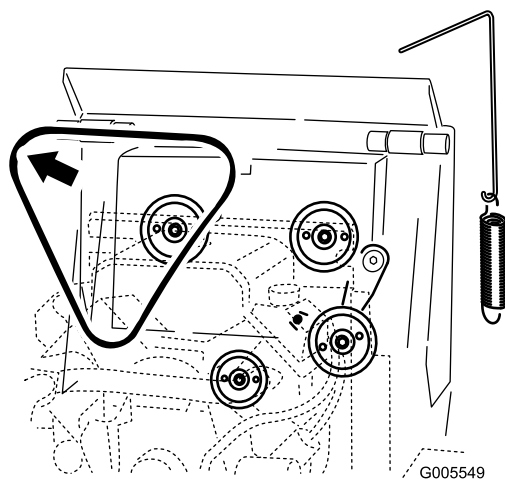

Figura 48
5. Rimuovete la cinghia dalle tre pulegge (Figura 48).